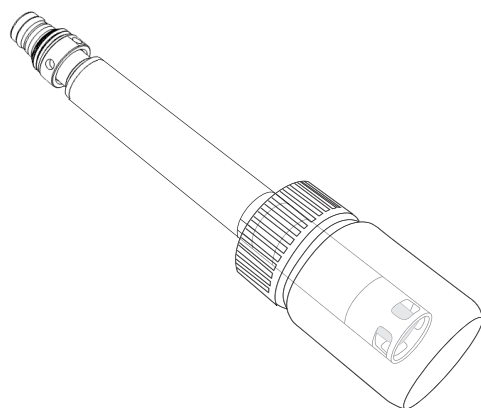

Figura 76 Almacenamiento a largo plazo del sensor del ISE
3. Instale el aro tórico del frasco y ajuste (Figura 76).